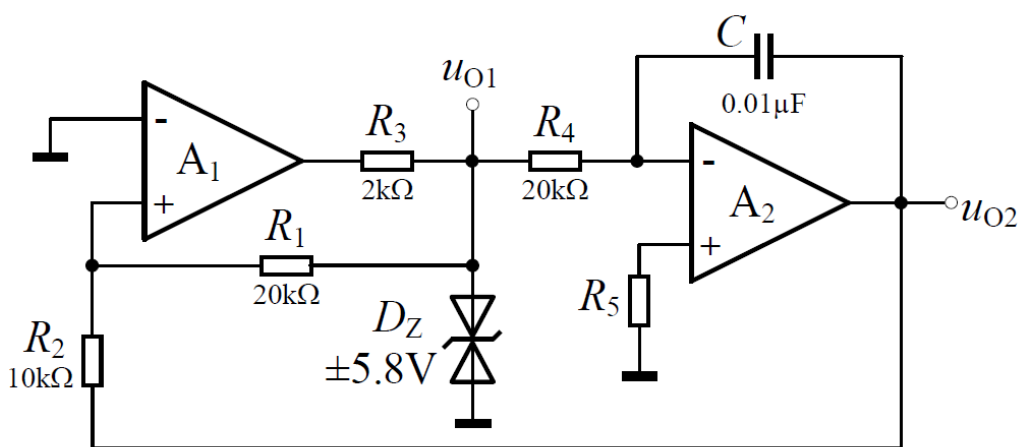

图2 方波 - 三角波发生电路
(1) 实验参考电路如图2所示。测量图2电路 $u_{o2}$ 波形的峰峰值、周期及 $u_{o1}$ 波形的最大电平、最小电平、上升和下降时间。
单独测试图2电路中A1组成的滞回比较器电路，在输入端（即R2下端）输入合适的测试信号，用示波器X-Y模式观测电压传输特性曲线并记录阈值电压。
(1) 修改图2电路，使之成为矩形波 - 锯齿波发生电路。要求锯齿波的逆程(电压下降)时间大约是正程时间的20%，记录 $u_{o2}$ 的峰峰值及 $u_{o1}$ 波形的最大电平、最小电平。